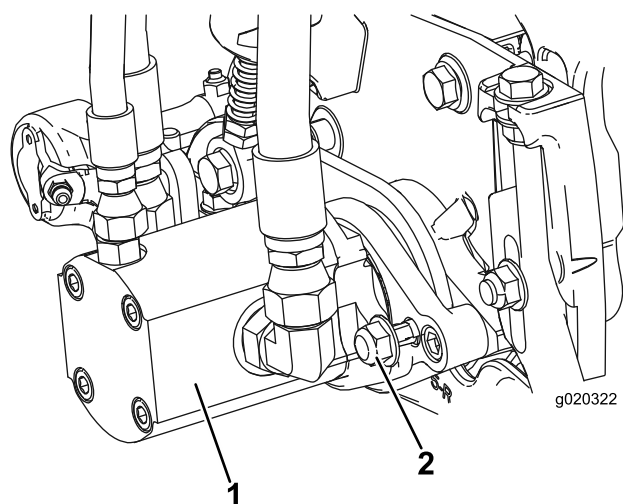

**Figura 9**
12. Prenda a corrente do braço de elevação ao suporte da corrente com o pino de encaixe (Figura 9). Utilize o número de elos da corrente conforme descrito no Manual do utilizador da unidade de corte.